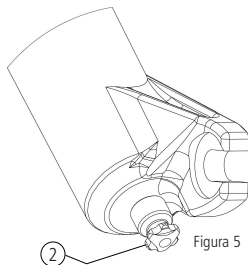

Figura 5
Para ajustar la velocidad de rebote utilice el botón (2) que se encuentra en la parte inferior del monobloque en la pata hidráulica (Figura 5).